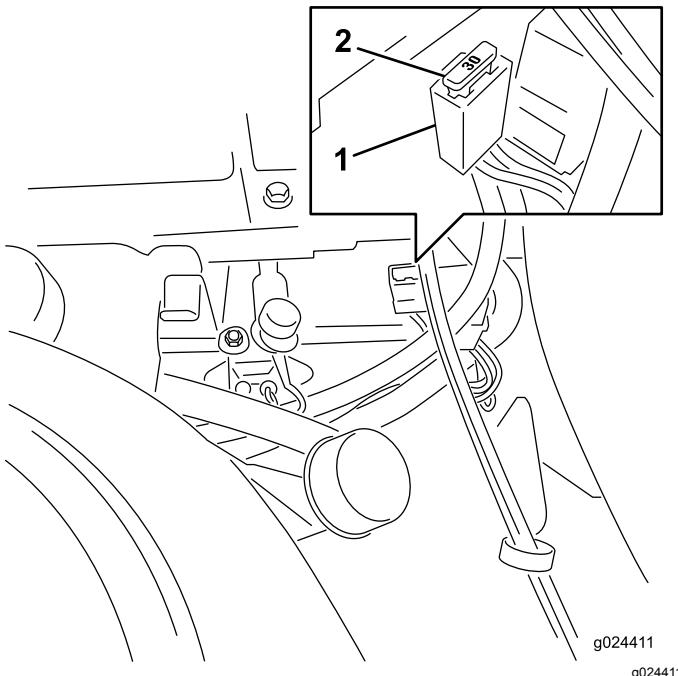

Figure 45
1. Pour remplacer le fusible principal, tirez-le en ligne droite hors du porte-fusibles (Figure 45).
4. Placez un fusible devant la fente du porte-fusibles (Figure 45).
**Remarque:** Les fusibles sont situés sur la console droite, près du siège (Figure 45).
5. Poussez le fusible dans le porte-fusibles jusqu'à ce qu'il soit complètement engagé (Figure 45).